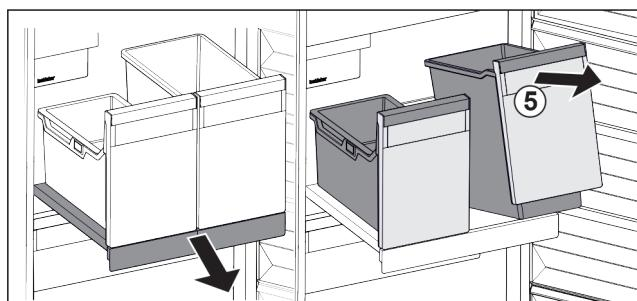

Fig. 123
- Nádobu Fig. 123 (5) vpředu nadzvedněte.